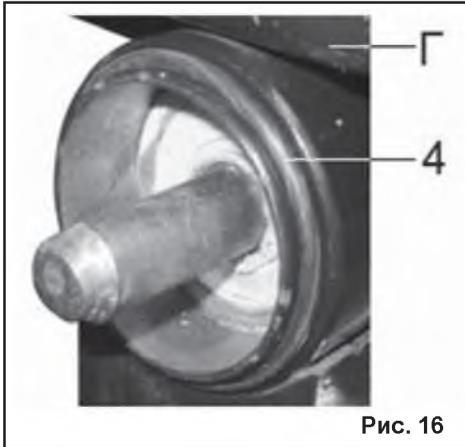

Рис. 16
варительно установите кольцо резиновое $\varnothing 42 \times 2,65$ (4) на корпус ступицы (Г) (рис. 16), после чего установите электродвигатель в сборе (П) на вал-шестерню ёмкости (нижней части) (Л).